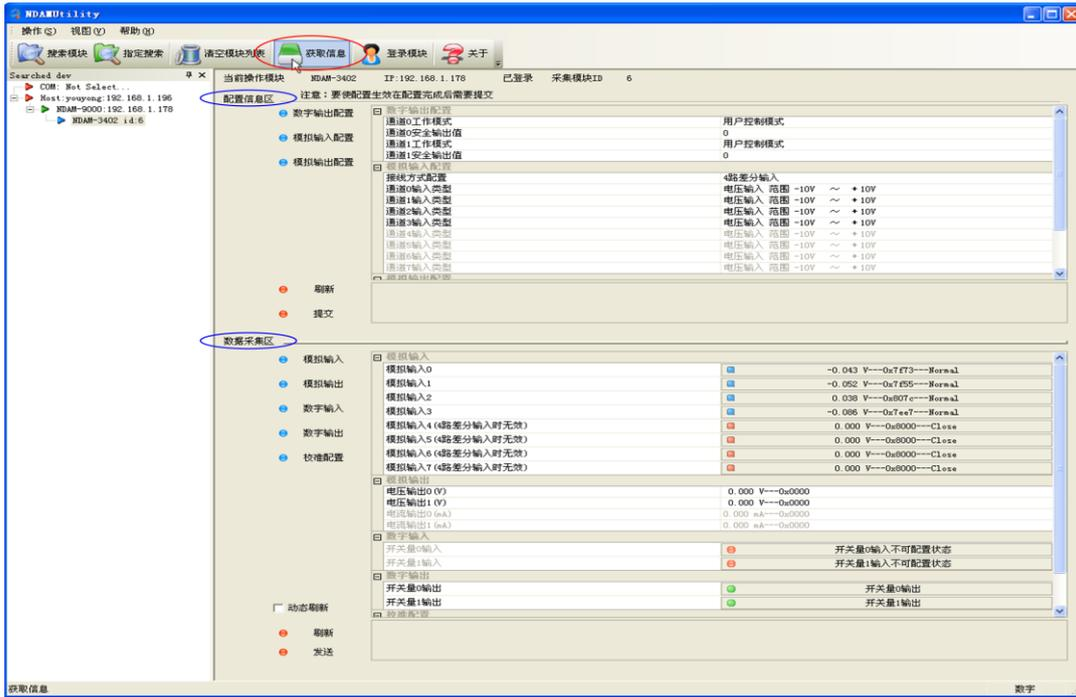

图 4.5 获取设备信息后界面
- 单击界面中的“获取信息”按钮，得到如图 4.5 所示界面。其中，“配置信息区”用于配置各输入、输出通道的信号类型和测量范围，“数据采集区”用于显示各通道的测量结果。